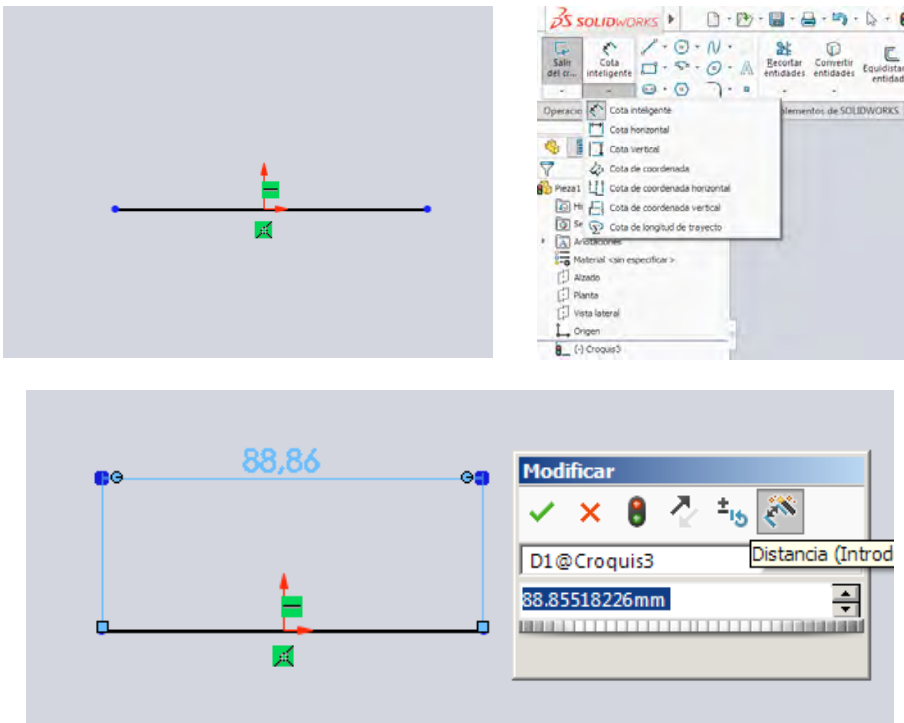

Figura 1-8
7. Se realiza Click sobre cualquier parte del espacio de trabajo para iniciar la construcción de la **Línea**, y se arrastra el cursor hasta el punto final donde se quiere dibujar la línea si se requiere generar un ángulo determinado de la línea se puede mover la misma en la dirección en la cual se desea generar el ángulo de inclinación, terminado el dibujo se presiona la tecla **<ESC>** que permite dar por terminado la realización del dibujo. En la figura 1-8 se puede apreciar la construcción de la Línea
9. Posterior a la selección de la herramienta de **Cota Inteligente** se desplaza el cursor sobre la línea y se da click sobre la misma y se desplaza el cursor en alguna de las direcciones esto permite observar la herramienta de medida de dimensiones como se observa en la figura 1-8, al dar nuevamente click aparece la ventana **Modificar** que permite cambiar el tamaño de el croquis que se ha construido.